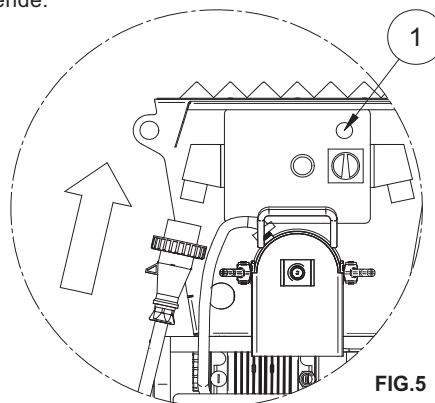

FIG.5
10.1 CONEXIONADO ELÉCTRICO (fig. 5)
Conecte el cable de alimentación a la clavija del mezclador situada en el cuadro eléctrico (fig. 5).
Active el paso de corriente: si la conexión es correcta y hay tensión, el piloto verde del cuadro eléctrico (1, fig. 5) se enciende.